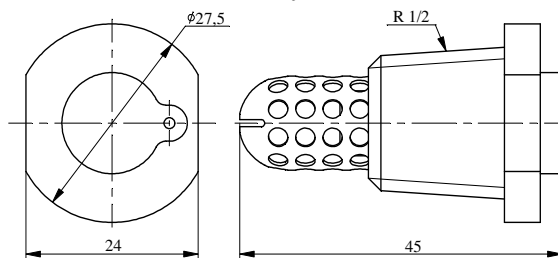

Рис.1
3.1 Ороситель, представленный на рис.1, включает в себя корпус, втулку, фильтр и пробку.